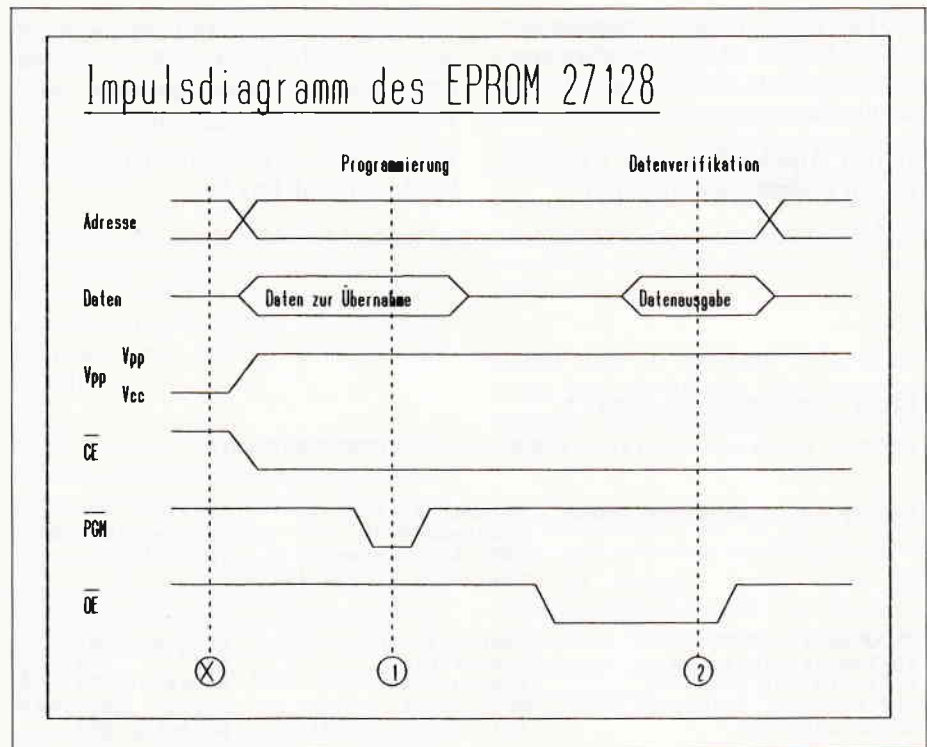

Abb. 2: Anhand des Impulsdiagramms läßt sich leicht darstellen, was beim Brennen und Auslesen geschieht.
Den Ablauf der Programmierung machen wir uns am besten mittels eines Zeitdiagramms deutlich (Abb. 2). Der Zeitpunkt (X) markiert das Einsetzen des IC in die Programmierfassung. Sie sehen, daß an diesem Punkt das IC noch nicht aktiviert ist und auch die Programmierspannung nicht durchgeschaltet ist.